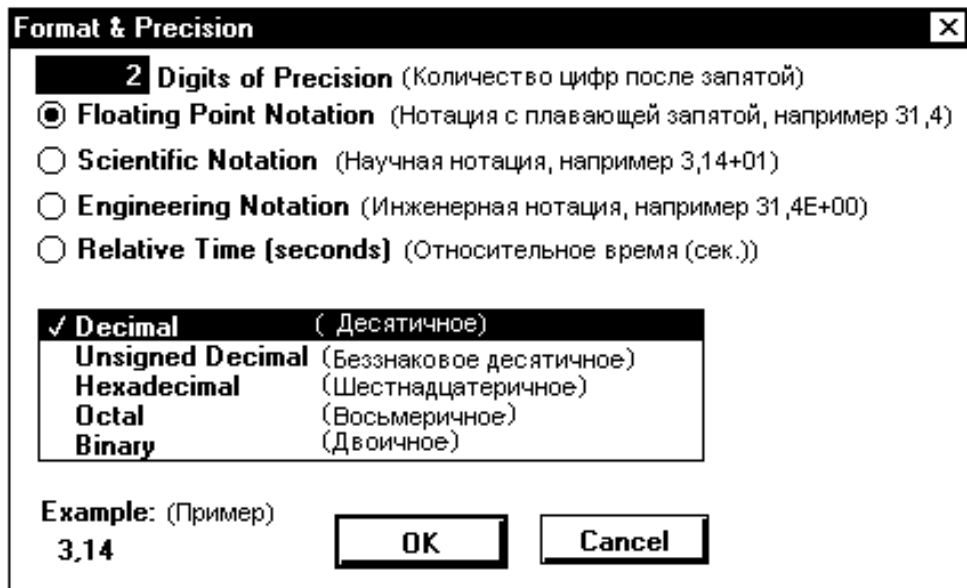

Рисунок 3.7. Форма ввода «Format & Precision»
3. «Format & Precision» («Формат представления и точность») позволяет варьировать формой представления отображаемых числовых значений (см. рисунок 3.7).